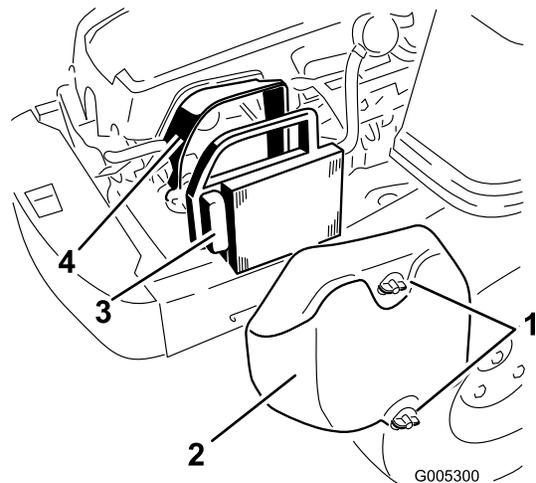

Bild 22
1. Entfernen Sie die Luftfilterabdeckung (Bild 22).
2. Nehmen Sie den Luftfiltereinsatz mit der integrierten Gummidichtung heraus (Bild 22).
- Setzen Sie den Luftfiltereinsatz mit der gefalteten Seite nach außen ein, setzen Sie die Gummidichtung auf die Kanten der Luftfilterunterseite (Bild 22).
- Setzen Sie die Luftfilterabdeckung ein und befestigen Sie sie mit den zwei Handrädern (Bild 22).